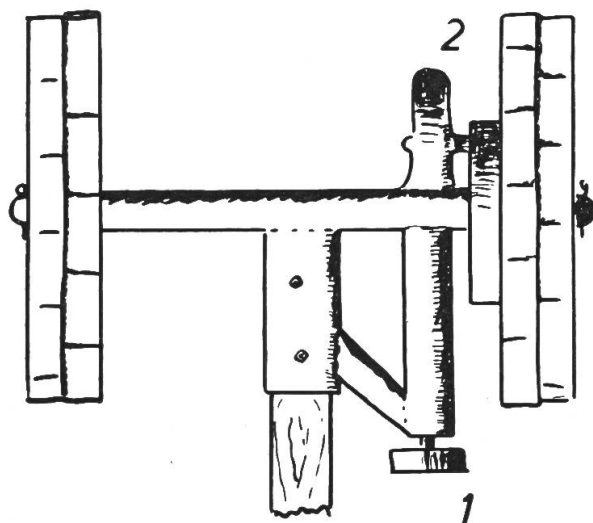

Abb. 1
An der Mähmaschine werden alle überflüssigen Teile abmontiert, so dass nur die Räder mit dem Fahrgestell und das Getriebe mit dem Kurbelrad übrig bleiben (siehe hierzu Abbildung 1). Das nach vorne zeigende Deichselende wird eingekürzt und um 90 Grad angehoben, so dass es nach oben steht. Dadurch kommt auch das Kurbelrad (1) nach oben und in waagrechte Lage. Das Getriebe (2) hingegen schaut nach unten. Dieses darf jedoch nicht